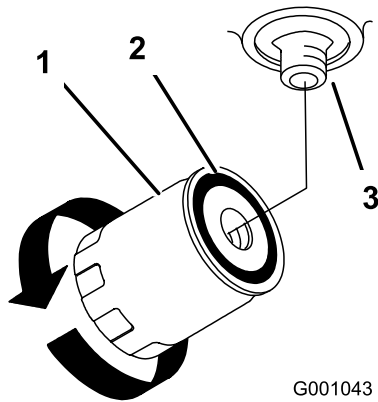

Figura 76
4. Remova o filtro de óleo antigo e limpe a superfície de vedação do adaptador do filtro (Figura 76).
6. Coloque o filtro hidráulico de substituição no adaptador do filtro. Rode o filtro de óleo hidráulico no sentido dos ponteiros do relógio até que a junta de borracha toque no adaptador do filtro e, em seguida, aperte o filtro mais 1/2 volta (Figura 76).